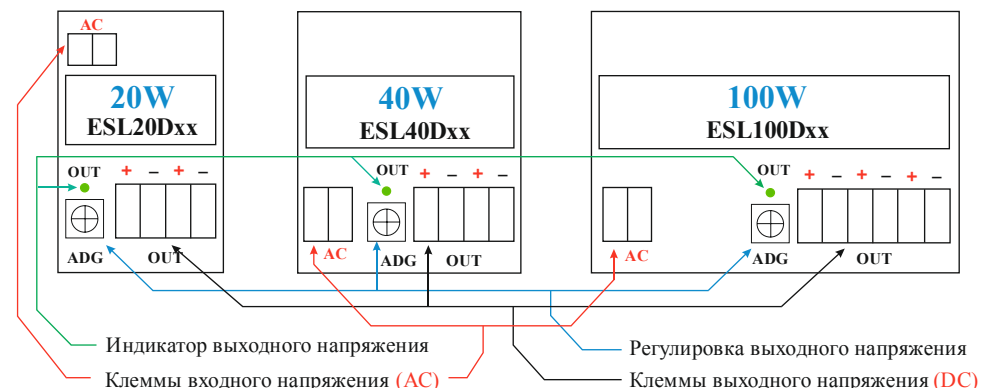

Рис.2 План расположения элементов.
3. Установите регулятором (ADG рис.2) уровень необходимого вам напряжения.